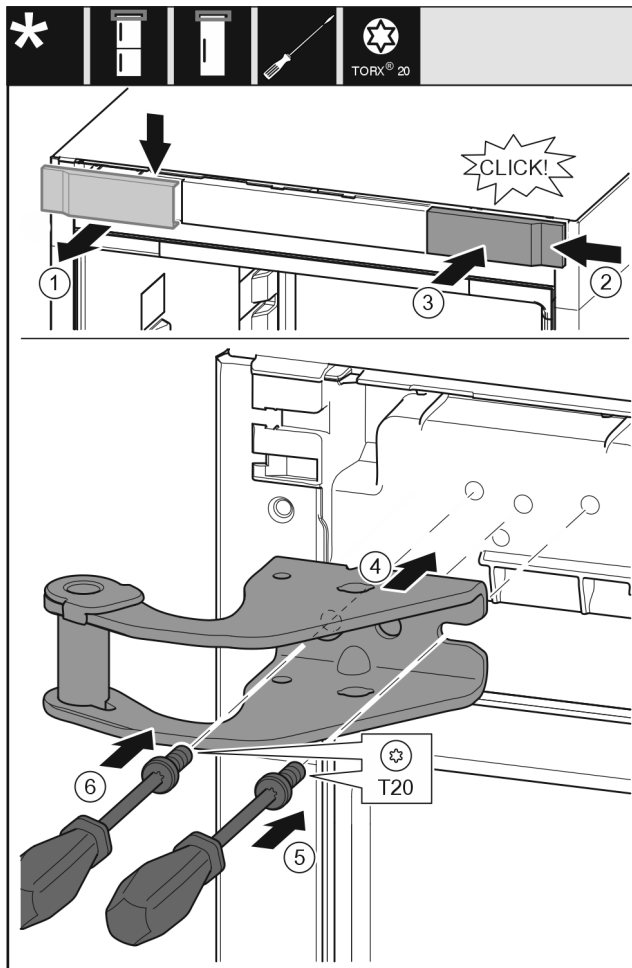

Fig. 12
- ▶ Свалете капака от горе напред. Fig. 12 (1)
- ▶ Закачете капака, завъртян на 180°, от другата страна отдясно. Fig. 12 (2)
- ▶ Фиксирайте капака. Fig. 12 (3)
- ▶ Поставете горната лагерна стойка. Fig. 12 (4)
- ▶ С отвертка T20 поставете винта и го затегнете. Fig. 12 (5)
- ▶ С отвертка T20 вкарайте винта и го затегнете. Fig. 12 (6)